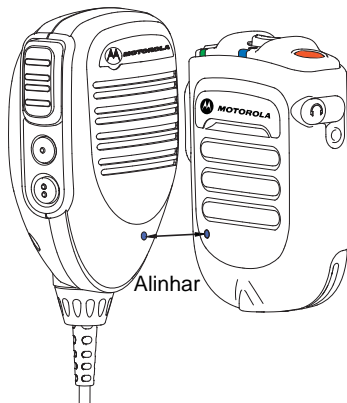

Figura 2.10: Emparelhamento do WRSM
- 2 Posicione o ponto azul (local de emparelhamento seguro) no WRSM a uma distância de 2,5 cm (1 pol.) do ponto azul (local de emparelhamento seguro) do microfone móvel com gateway. Consulte a Figura 2.10.